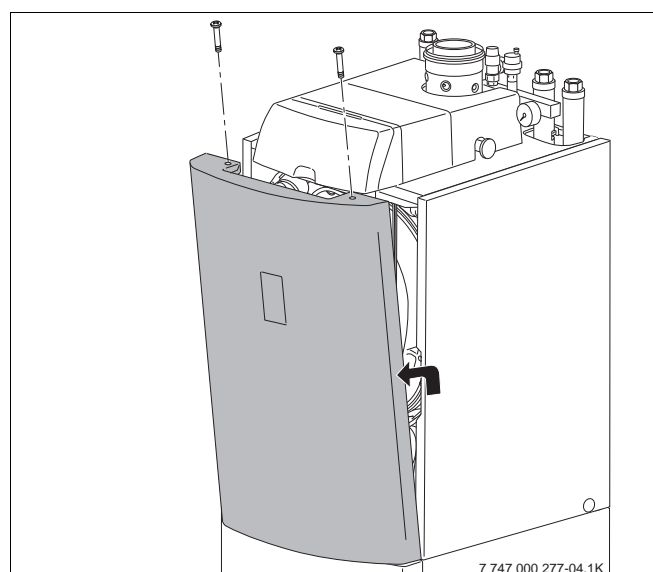

Fig. 15 Rimuovere il pannello anteriore del rivestimento
- Allentare le due viti di sicurezza e rimuovere il pannello anteriore della caldaia (fig. 15).